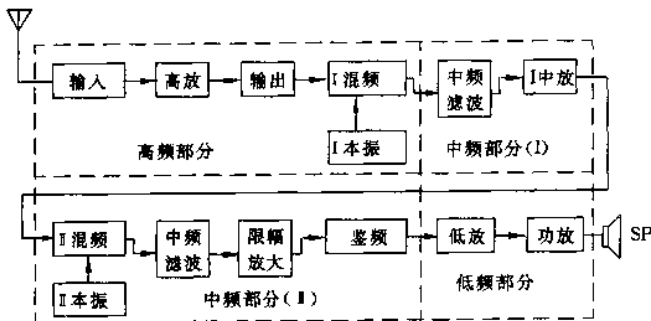

图 2-43
(1) 无绳电话机的接收回路构成如图 2-43 所示, 各部分的作用如下所述。
① 高频放大电路的作用是: 将天线上接收到的由调谐输入电路选择过的、微弱的无线电波信号进行放大, 然后再送至后面的调谐输出回路进行选择, 以提高整个接收回路的选择性和灵敏度。
② 本振电路的作用是: 产生一个本机振荡信号。它采用石英晶体振荡电路或频率合成器, 本振频率比接收的频率高(或低)一个标准中频, 如 10.7MHz 或 455kHz。